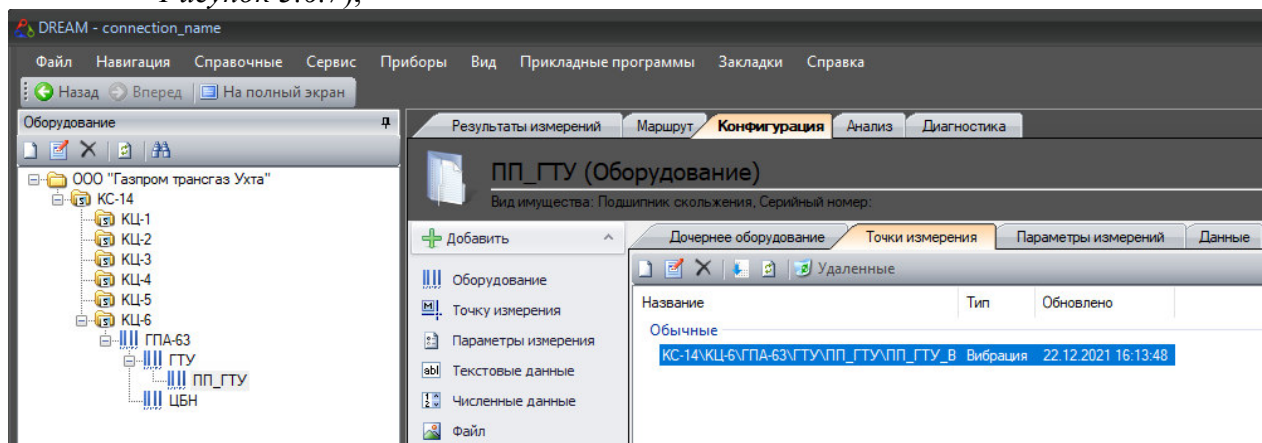

Рисунок 3.6.7
- убедиться, что для контролируемого узла создана новая точка измерения (см. Рисунок 3.6.7);